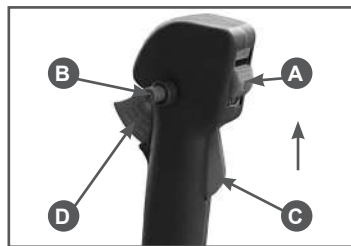

Рис. 9 Рукоятка управления
4. Установите выключатель зажигания А в верхнее положение (Рис. 9).
5. Нажмите одновременно на стопорный рычаг С и рычаг газа D. Зафиксируйте рычаг газа в нажатом состоянии кнопкой В (Рис. 9).
рычаг газа D (кнопка блокировки В при этом освободится) (Рис. 9). Прогрейте двигатель в течение 30 секунд.
4. Переверните устройство свечным отверстием вниз и зафиксировав рычаг газа в нажатом состоянии кнопкой В (Рис. 9), несколько раз сильно и часто дерните за ручку стартера для удаления лишнего топлива из цилиндра.
2. Дайте двигателю поработать без нагрузки в течение 15-20 секунд, затем заглушите двигатель, установив выключатель зажигания А (Рис. 9) в положение «STOP» (ВЫКЛЮЧЕНО).